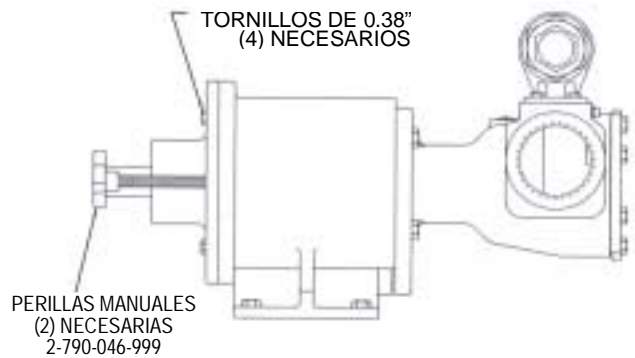

FIGURA 19
1. Si la unidad tiene un acoplamiento separador, el soporte del acoplamiento puede quedar atornillado a la base. Si no tiene acoplamiento separador, tendrá que retirar el reductor o destornillar el acoplamiento. Retire los tubos hacia la bomba, dejando un huelgo de 4" mínimo en el extremo del eje del acoplamiento. Inserte f (2) perillas manuales de 72" con un mínimo de 4,5" de rosca en los dos agujeros tapados en las posiciones de 9 y 3:00 en la parte de atrás de la guarnición de cojinete. Retire los (4) tornillos de 0,38". **Ver Figura 19.**
2. Gire las perillas uniformemente para sacar la guarnición de cojinete y el montaje exterior. **Ver Figura 19.**